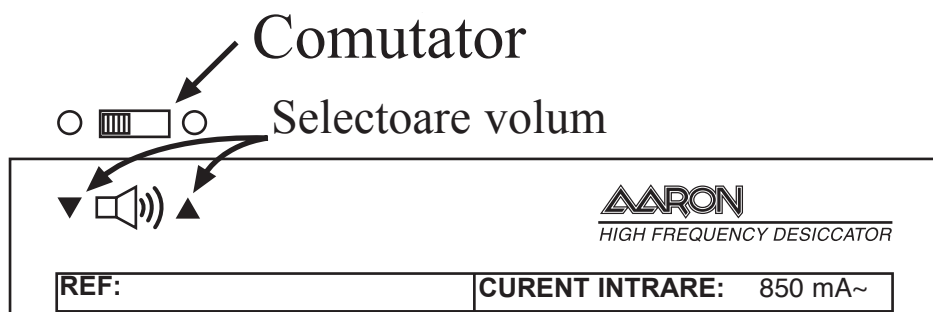

Figura 3
15. Tonul acustic se reglează cu ajutorul unui comutator situat în spatele unității (consultați figura 3). Sunt disponibile două opțiuni, tare și încet. Pentru reglare este necesară o șurubelniță mică.